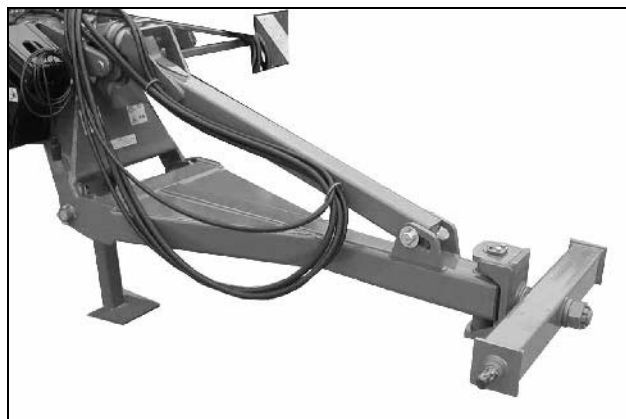

Fig. 10
- tillkoppling via dragarmar Kat. III (Fig. 10)